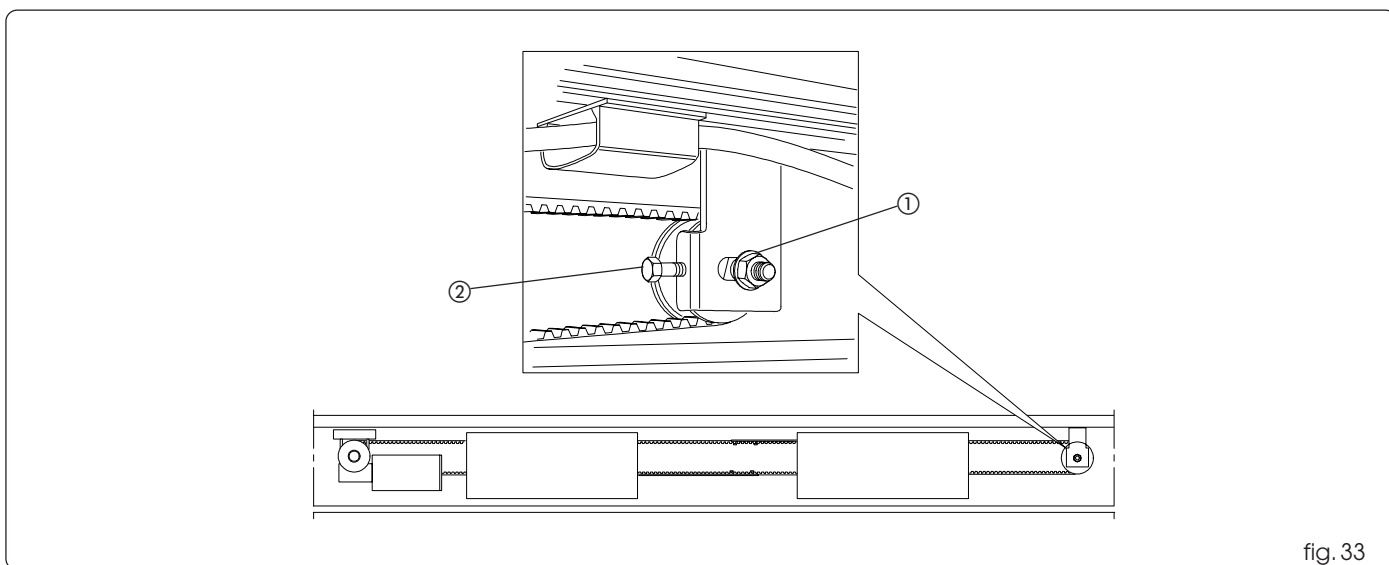

fig. 33
- Desserrer l'écrou (fig. 33 réf. ①).
- Visser le boulon (fig. 33 réf. ②) pour tendre la courroie ou le dévisser pour la relâcher.